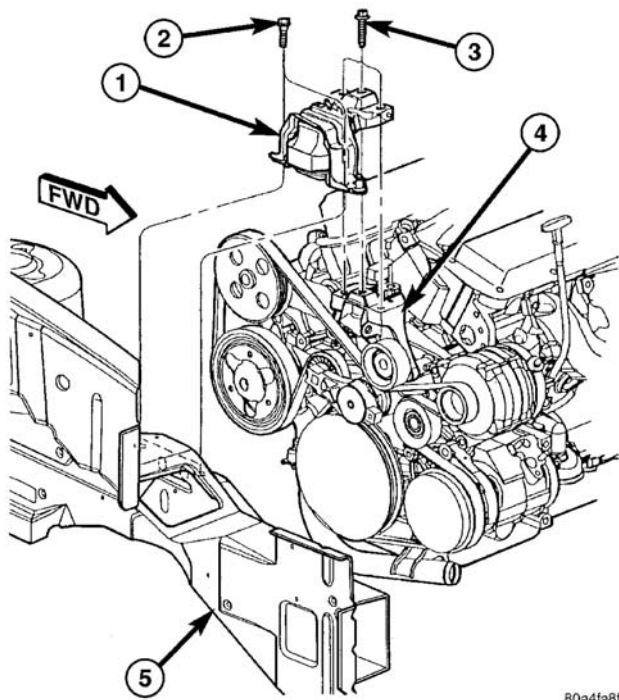

图 99 右发动机支座
- (1) 卸下空气滤清器外壳和清洁节气门体的空气软管。
- (2) 卸下空气滤清器元件和外壳。
- (3) 从气缸盖罩断开补偿空气软管。
- (4) 通过用落地式千斤顶小心地支撑发动机组件的方式卸下右发动机支座上的负载。
- (5) 从发动机支座支架断开电气线束支撑夹。
- (6) 卸下将发动机支座装接到车架纵梁的装接螺栓 (图 99)。
- (7) 卸下将发动机支座装接至发动机支架的三个螺栓 (图 99)。
- (8) 卸下右发动机支座 (图 99)。
- (1) 安装发动机支架 (若卸下)。紧固螺栓至 $33\text{N} \cdot \text{m}$ (24ft.lbs.)。
- (2) 置定右发动机支座和将车架纵梁安装到装配螺栓上 (图 99)。紧固螺栓至 $68\text{N} \cdot \text{m}$ (50ft.lbs.)。
- (3) 安装支座至发动机支架螺栓和紧固至 $54\text{N} \cdot \text{m}$ (40ft.lbs.)。图 99)
- (4) 将电气线束支撑夹连接至发动机支座支架。
- (5) 从发动机下面卸下千斤顶。
- (6) 将补偿空气软管连接至气缸盖罩。
- (7) 安装空气滤清器外壳和滤芯。
- (8) 安装空气滤清器外壳盖和清洁至节气门体的空气管。